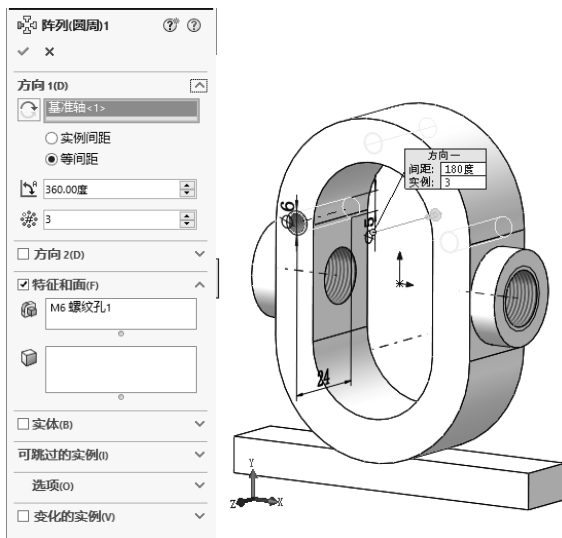

图 10-94 圆周阵列实体
**04** 圆周阵列实体。选择菜单栏中的“插入”→“阵列/镜像”→“圆周阵列”命令，在弹出的“圆周阵列”属性管理器中选择图 10-94 所示的基准轴 1 作为阵列轴，输入角度值为 180、实例数为 3，单击“要阵列的特征”选项框，通过设计树选择“M6 螺纹孔 1”，然后单击“确定”按钮.